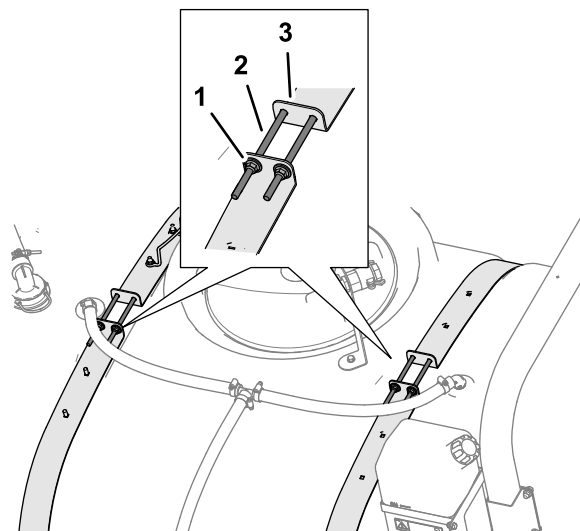

図 7
1. タンク固定ベルト同士を固定しているフランジロックナット4個とボルト4本を外す 図 7。
3. ベルトの上部にある締め具フランジロックナット4個とボルト4本を締めてベルトとタンクとを密着させる図 7。